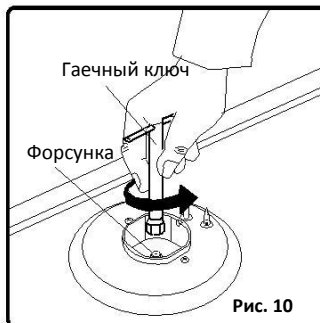

Рис. 10
- Отвинтите форсунки при помощи 7 мм гаечного ключа (рисунок 10).